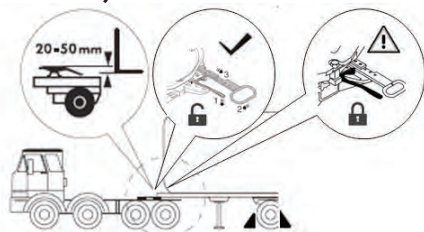
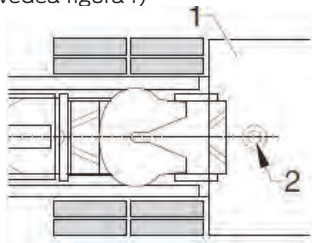

Figura-1
Figura-2
- 2- Verificați dacă zavorul cuplei de remorcare este deschis. Locusul pentru bolțul semiremorcii ar trebui să fie deschis. (a se vedea figura 1)
(a se vedea figura 1 și figura 2)
4- Poziționați vehiculul astfel încât să existe un spațiu liber de 20 până la 50 mm între partea inferioară a semiremorcii și cupla de remorcare (a se vedea figura 1)